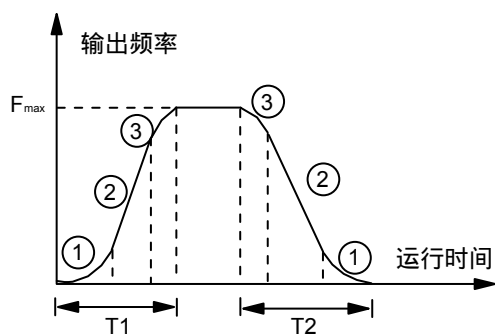

图 6-12 S 曲线加减速
变频器在加减速过程中，输出频率与加减速时间为S曲线关系，按照S形曲线递增或递减，如图 6-12的曲线所示。
S 曲线起始段时间如图 6-12 中的 ① 所示，是输出频率的斜率从零逐渐增大的阶段。
S 曲线上升段时间如图 6-12 中的 ② 所示，是输出频率的斜率保持恒定的阶段。
S 曲线结束段时间如图 6-12 中的 ③ 所示，是输出频率的斜率从大逐渐减小到零的阶段。